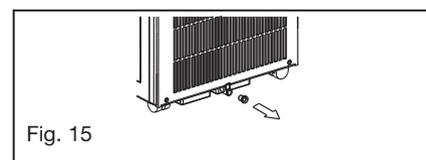

Fig. 15
- Toda a água que estiver no tabuleiro inferior deverá ser escoada pela mangueira de drenagem. (ver fig.15)